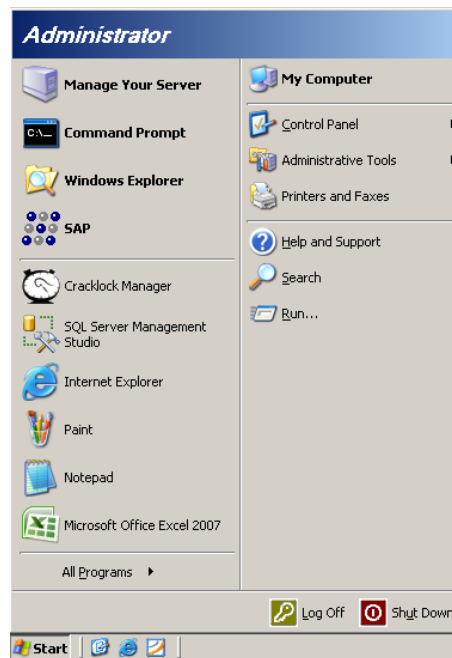

Figura 35. Acceso a CrackLock Manager
- Cuando la máquina virtual haya iniciado, Ejecute el programa Cracklock Manager, instalado dentro de la máquina virtual, el cual es utilizado para congelar la fecha y hora del sistema debido a que no se cuenta con una licencia de SAP. Para ello siga la ruta *Start – Cracklock Manager*, como se muestra en la Figura 35: